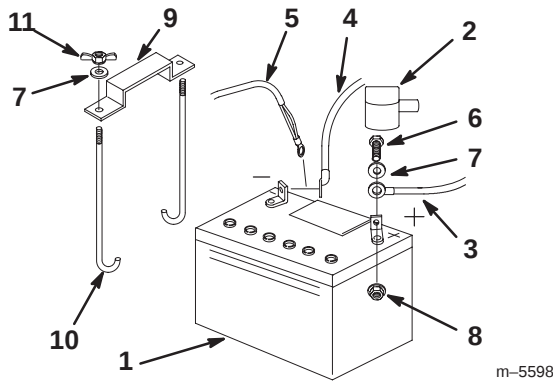

Figure 66
1. Placez la batterie dans son support en tournant les bornes vers le moteur (Fig. 66).
4. Fixez les câbles à l'aide de 2 boulons (1/4 x 3/4 pouce), 2 rondelles (1/4 pouce) et 2 contre-écrous (1/4 pouce) (Fig. 66).
6. Fixez la batterie en position avec des boulons en J, une barrette de maintien, 2 rondelles (1/4 pouce) et 2 écrous papillons (1/4 pouce) (Fig. 66).
4. Débranchez d'abord le câble négatif et le câble de masse de la borne négative (-) de la batterie (Fig. 66).
6. Débranchez le câble positif (rouge) de la batterie (Fig. 66).
7. Retirez les deux écrous papillons (1/4 pouce) de fixation de la barrette de maintien de la batterie (Fig. 66).